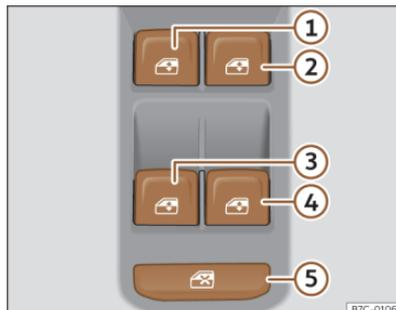

Abb. 81 Ausschnitt der Fahrertür:
Mit dem Sicherheitsschalter >>> (**Abb. 81**) ⑤ in der Fahrertür können die Fensterheber-Tasten in den hinteren Türen außer Funktion gesetzt werden.